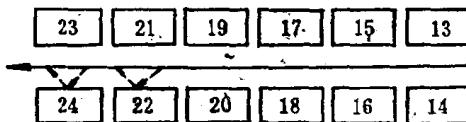

图 5
**说明** 如图 5 所示，按箭头方向巡回。在开始进入13号和14号布面车弄时，发现24、22号车停台。这时，应按照路